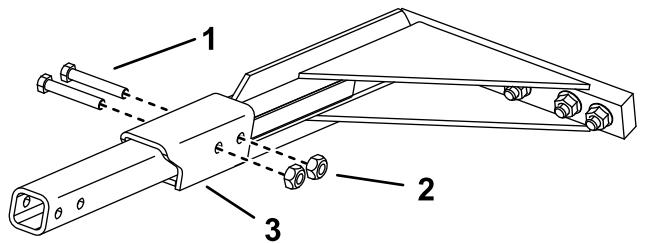

Bild 5
4. Wenn Sie einen Fräsbau haben, der länger als 61 cm ist, befestigen Sie die Sicherungsstangenverlängerung (liegt dem Fräsbau bei) über das Ende der Sicherungsstange und befestigen sie mit den zwei Schrauben und Sicherungsmuttern, die der Verlängerung beiliegen (Bild 5).